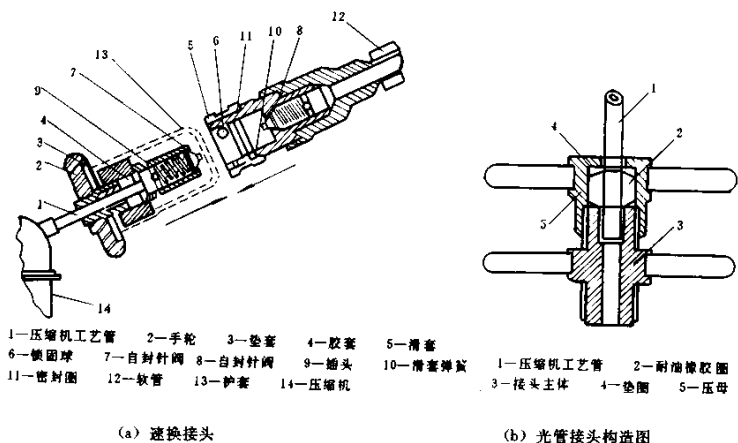

图 2-4-10
(1) 速换接头和光管接头：速换接头用于抽真空和灌气，其规格应选 $\phi 5 \sim \phi 8 \text{mm}$ 。光管接头与速换接头配合使用，规格也选 $\phi 5 \sim \phi 8 \text{mm}$ 。它们的结构如图 2-4-10 所示。